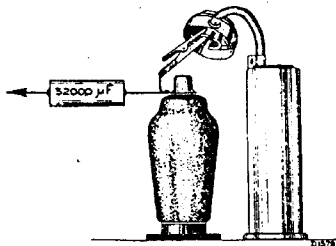

Fig. 2
wordt gedaan, zooals aangegeven in fig. 2; de roosterkring moet aan het rooster aangesloten blijven; het signaal wordt aangelegd via een condensator van 32000 μF . De volumeregelaar moet altijd op maximum gedraaid worden; als het signaal te sterk is moet men de verzwakker van de service zender teruggedraaien. Wat betreft het trimmen van de H.F. en generatorkringen het volgende: De generator wordt afgestemd op een frequentie welke 128 Kc. hooger is dan de frequentie waarop de H.F. kringen zijn afgestemd.
2. Gemoduleerd signaal van 128 Kc. aan het stuurrooster van L1 aanleggen (fig. 2).